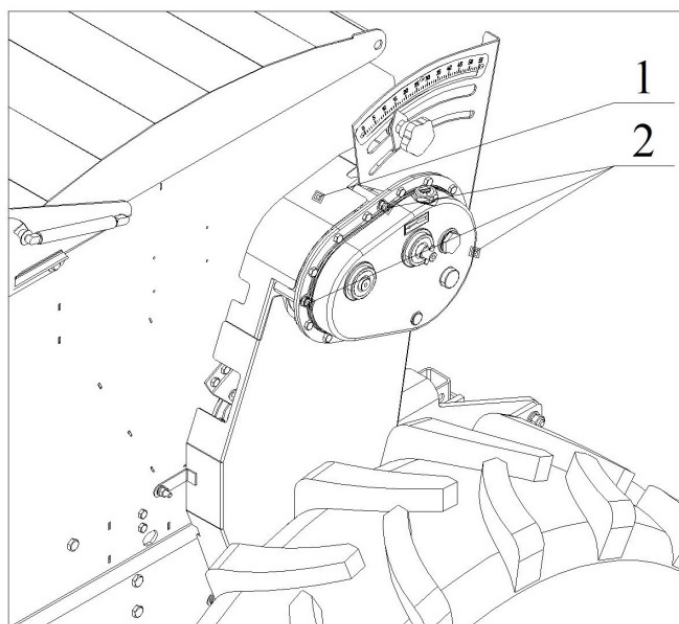

Рисунок 34. Размещение крепежа вариатора.
- 1) Снять верхнее ограждение (1) (рис. 34) вариатора. Для этого необходимо выкрутить два болта (2) (M8x70).